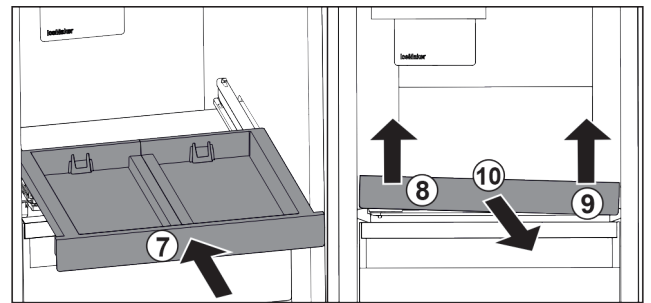

Fig. 141
- ▶ Auszugsbord einschieben. Fig. 141 (7)
- ▶ Auszugsbord vorne links anheben. Fig. 141 (8)
- ▶ Auszugsbord vorne rechts anheben. Fig. 141 (9)
- ▶ Auszugsbord nach vorne entnehmen. Fig. 141 (10)